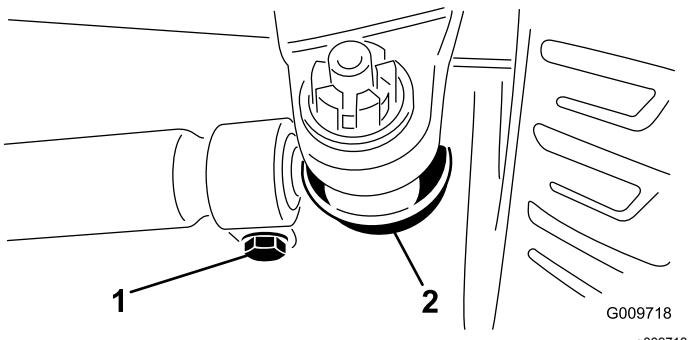

Bild 44
3. Lockern Sie die Klemmen an beiden Enden der Spurstangen (Bild 44).
2. Entfernen Sie den Splint und die Mutter von einem der Spurstangen-Kugelgelenke (Bild 44). Entfernen Sie das Spurstangen-Kugelgelenk vom Achsständer.